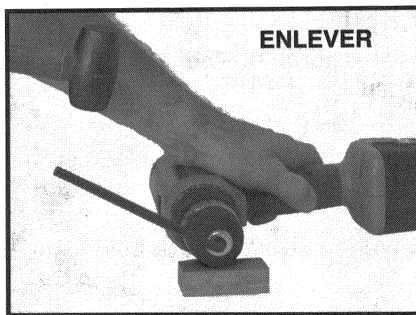

Fig. 9
5. Placez la partie courte d'une grande clé mâle Allen ($\frac{1}{4}$ " ou plus large) dans le mandrin. Alignez la clé à angle droit avec le mandrin et vissez solidement. Tout en maintenant le mandrin sur une surface solide, positionnez la clé Allen vers la gauche (vois Fig. 9) et frapper un coup sec avec un marteau afin de desserrer le mandrin. Pour le retirer, faites tourner le mandrin dans le sens contraire des aiguilles d'une montre.